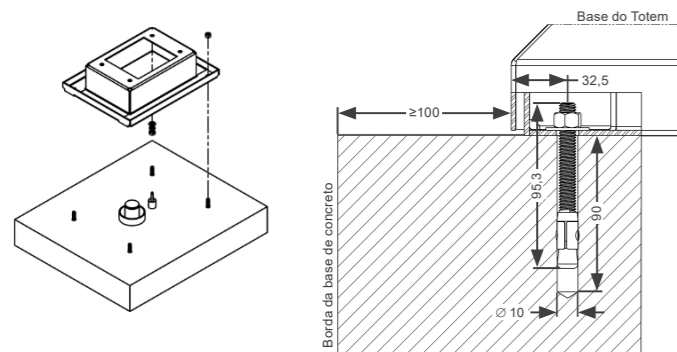

Figura 4.8: Detalhes dos pontos de fixação - mm
A base do totem deve ser fixada à base de concreto através de quatro (04) chumbadores (3/8"), fornecidos junto com o produto, que devem ser furados ou já concretados conforme distâncias indicadas na Figura 4.8.